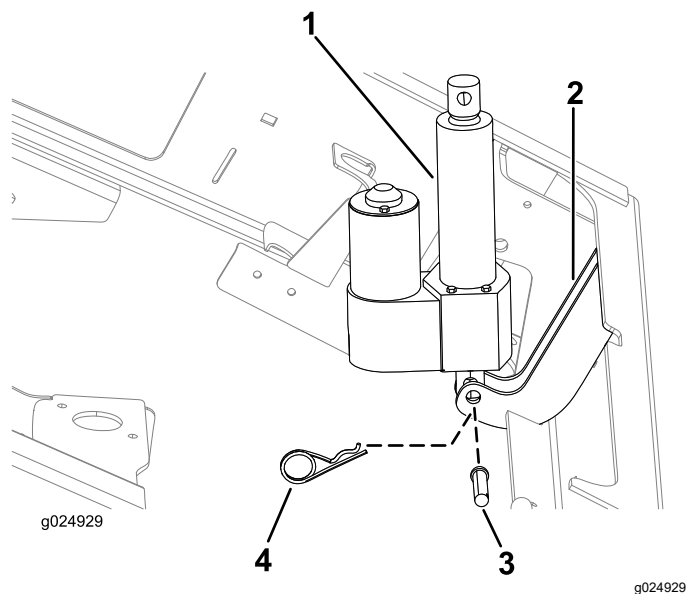

Рисунок 9
1. Совместите отверстие в нижней точке крепления для привода подъема с отверстиями в крепежных кронштейнах ходовой части (Рисунок 9).
2. Прикрепите привод подъема к крепежным кронштейнам ходовой части с помощью шплинтуемого штифта (2¼ дюйма) и шплинта (Рисунок 9).